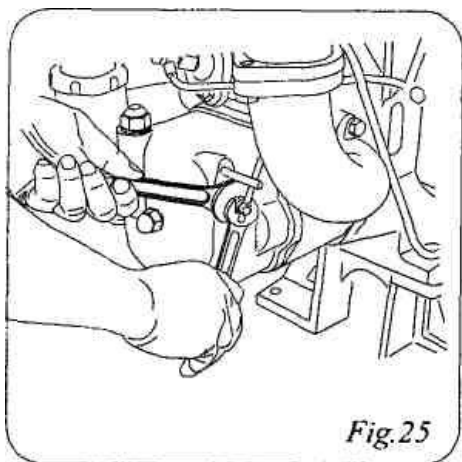

Рис.25
2. Чтобы произвести регулировку нужно повернуть эксцентричную втулку на требуемый угол. Поверните по часовой стрелке, если декомпрессия - слишком мала, поверните против часовой стрелке – если слишком большая (рис.25, рис 26).